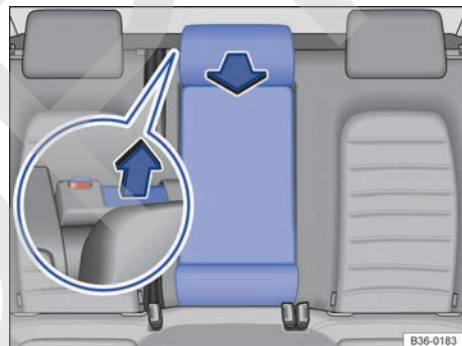

Fig. 132 En el respaldo del asiento trasero: apertura de la trampilla para cargas largas.
- Tire de la palanca de desbloqueo en el sentido de la flecha y abata completamente la trampilla → fig. 132 hacia delante.
- La marca roja del indicador de desbloqueo → fig. 132 (imagen ampliada) ya no deberá verse.
- Una marca roja en el indicador de bloqueo → fig. 132 (imagen ampliada) indica que la trampilla no está encastrada. Compruebe siempre que la marca roja no esté nunca visible cuando la trampilla se encuentre en posición vertical.